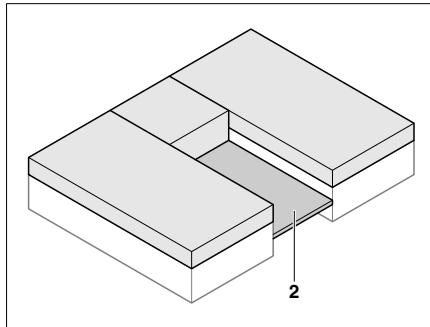

Fig. 74 Déployer le sommier à lattes
- Déployer le sommier à lattes (Fig. 74,2) entre les lits simples.